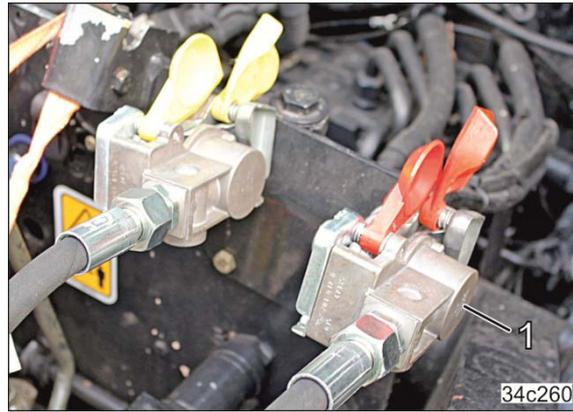

Fig. 120
2. Öffnen Sie die Deckel (Fig. 120/1) der Kupplungsköpfe am Traktor.
5. Befestigen Sie den Kupplungskopf der Bremsleitung (gelb) vorschriftsmäßig in der gelb markierten Kupplung (Fig. 120/2) am Traktor.